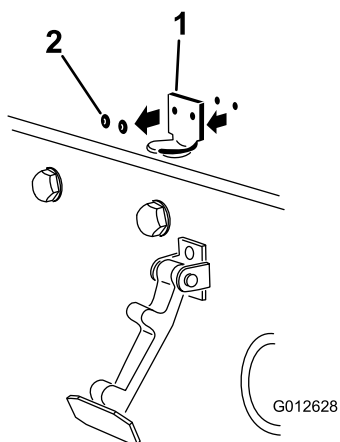

Рисунок 12
2. Извлеките две заклепки, которые крепят кронштейн фиксатора капота (Рисунок 12), и снимите кронштейн фиксатора с капота.